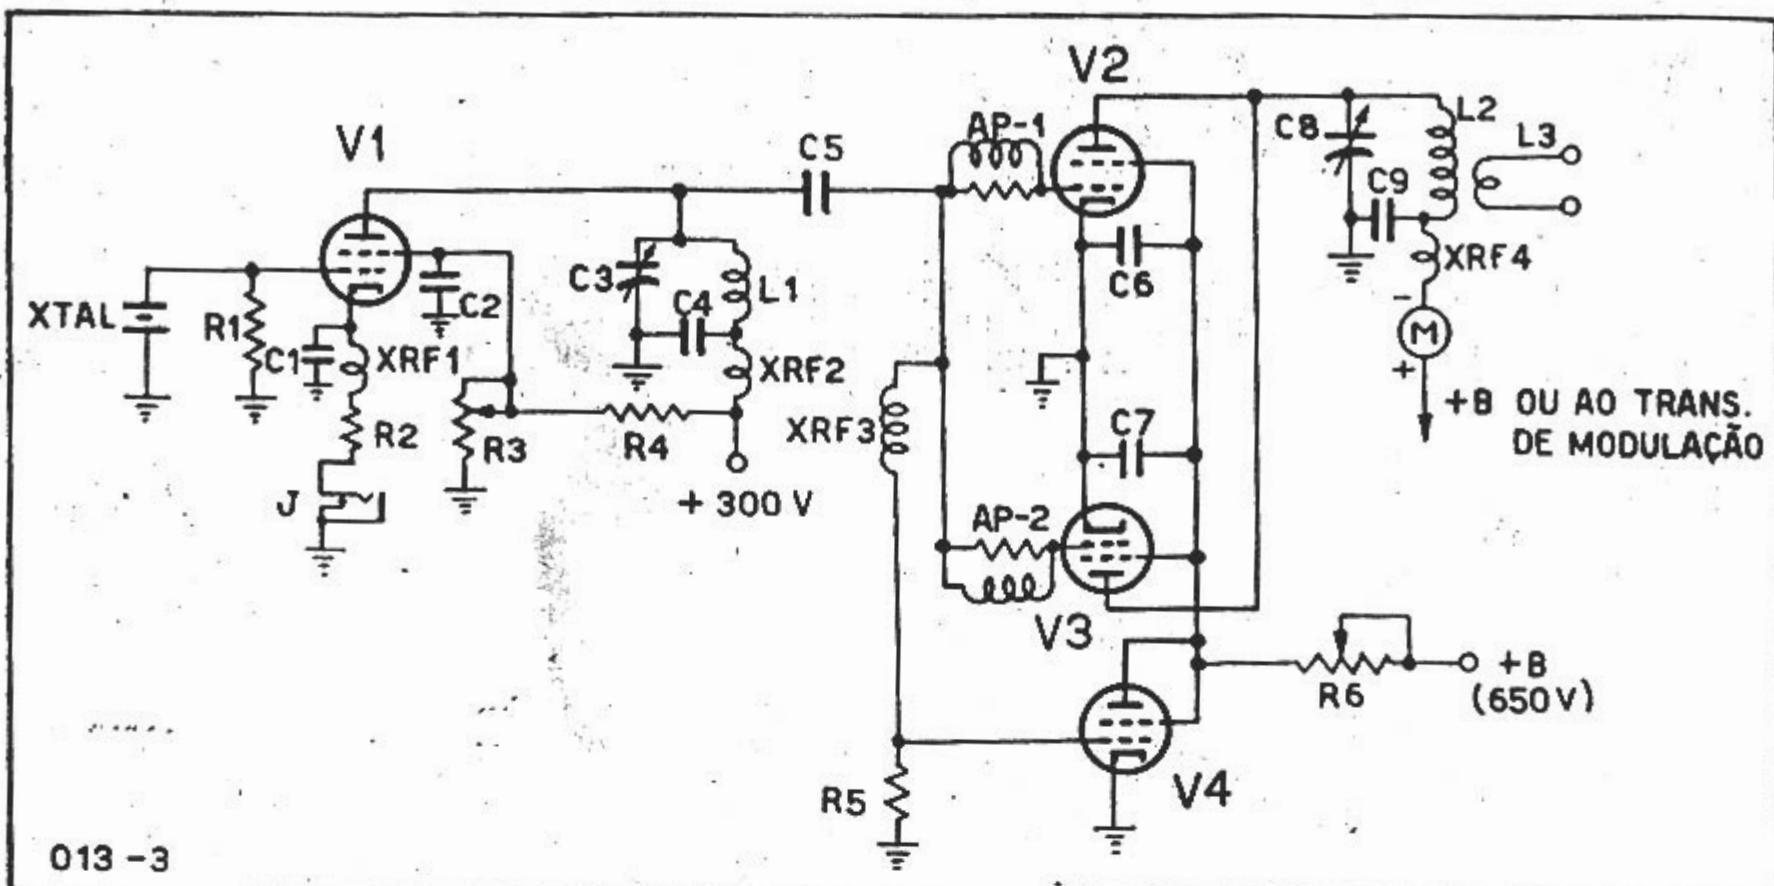

FIG. 2 — CIRCUITO PRÁTICO, COM PROTEÇÃO ELETRÔNICA, PARA FONIA OU CW.
O sistema de proteção aqui descrito, é, na prática, também aplicável aos amplificadores simétricos. Na fig. 2, apresentamos um circuito prático de proteção para um estágio de potência que use duas válvulas 807 em paralelo.
2.º) Provocando um decréscimo de tensão da grade de blindagem do excitador, até alcançar o fim proposto (recurso este mais indicado, pois permite variação mais ampla da energia de excitação fornecida ao amplificador de R.F., conforme o ilustrado na fig. 2).